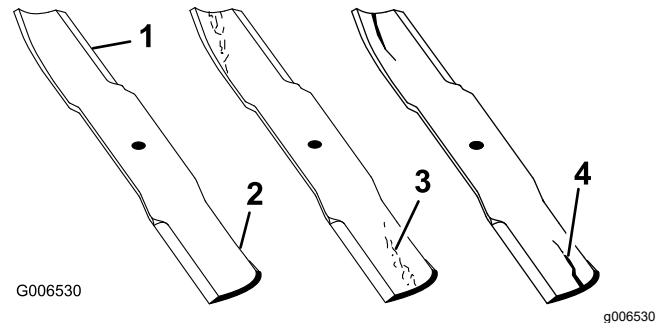

Figura 72
1. Controllate i taglienti (Figura 72).
4. Se notate incrinature, usura o scanalature in questa zona, montate immediatamente una nuova lama (Figura 72).